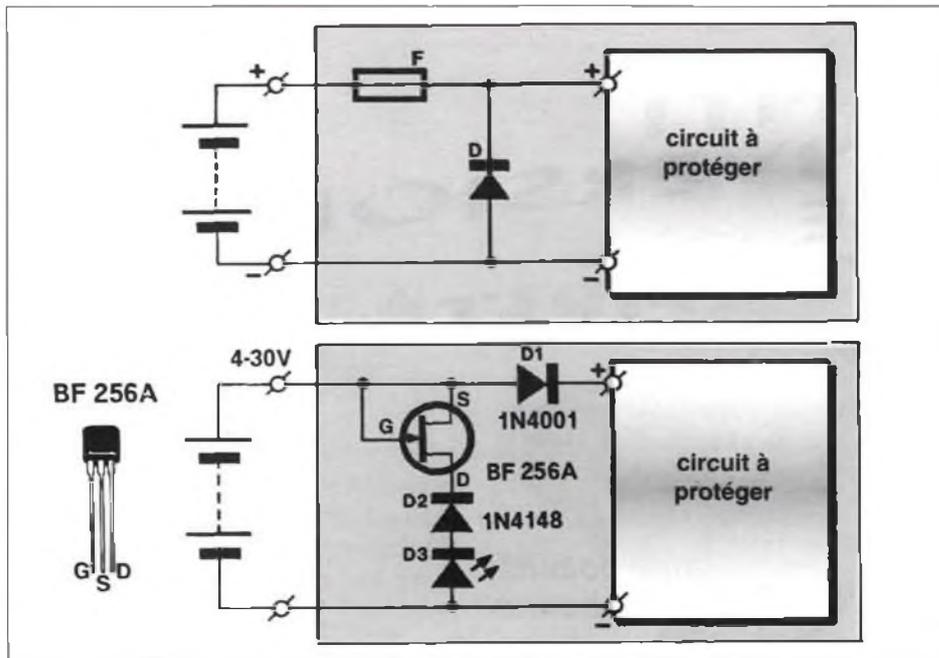
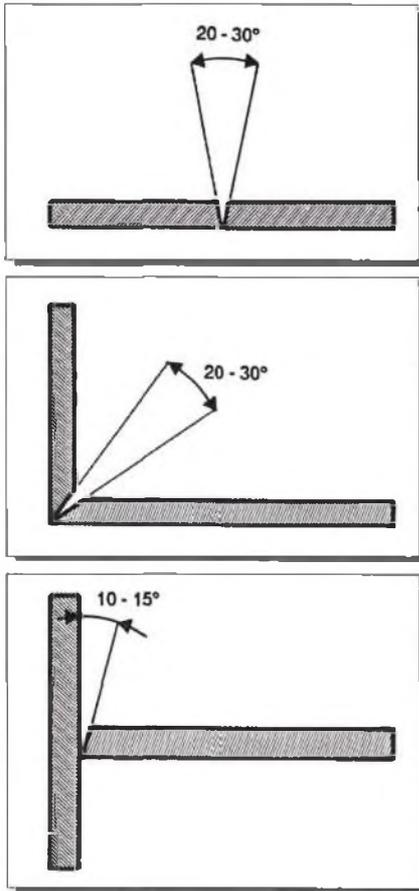

Figure 5 – Même dispositif que sur la figure 1 agrémenté d'une lampe témoin qui s'allume si l'alimentation est branchée à l'envers.
Figure 2 – La préparation des surfaces à coller permet de cacher les coutures sans nuire à la solidité de l'assemblage.
diodes est assurément pratique : elle n'est pas très amusante. Que diriez-vous d'une protection assortie d'une loupote signalant l'incident ? Le plus simplement câblée, en série avec une diode, de telle façon qu'un branchement inversé de l'alimentation en provoque l'allumage (la tension nominale de la lampe correspond bien sûr à celle de l'alimentation). Une LED, associée à une résistance de limitation de courant de bonne dimension est naturellement préférable. Si nous voulons un indicateur qui dépende moins de la tension d'alimentation, le circuit de la figure 5 peut être une solution. C'est un retour à la case départ (figure 1) avec le petit perfectionnement que représente le témoin. Les lecteurs attentifs auront reconnu dans la combinaison D2 - D3 le truc de tout à l'heure : la LED n'éclaire que lorsque l'alimentation est branchée à l'envers. Sa protection est assurée par un FET, source de courant constant lui fournissant environ 10 mA sans qu'on ait à se soucier de la tension aux bornes de l'ensemble (jusqu'à 30 V). La "résistance-talon" de la LED s'adapte aux circonstances.
Figure 2 - La capteur peut prendre une forme semblable à celle-ci : un pendule métallique, muni d'une diode électroluminescente, qui se déplace devant deux photo-résistances.
Les figures 2 et 3 montrent la conception mécanique du niveau. Le pendule est fait d'une lame d'aluminium de 2 ou 3 mm d'épaisseur. Il comporte dans le bas une lumière dans laquelle peut coulisser un boulon assez lourd (M8x15 par exemple). Un léger décalage de ce poids vers la droite ou vers la gauche permet d'étalonner grossièrement le niveau. Vous voyez aussi que la résistance R1 est montée directement sur la LED. Le raccordement se fait par deux fils multibrins aussi souples que possible, pour éviter de freiner le pendule. Le niveau est monté dans une grosse équerre en bois comme celle de la figure 3. Nous ne donnons pas d'indications plus détaillées car tout ce que vous pouvez imaginer est possible. La construction de la platine d'expérimentation de la figure 4 ou du circuit imprimé de la figure 5 ne pose pas de problème. Commencez par installer le support de circuit intégré à 18 broches et les ponts en fil. Le montage des LED dépend de la façon dont vous comptez installer l'ensemble dans l'équerre : leurs broches seront coudées si vous installez la platine à plat, droites si vous installez la platine verticalement. C'est cette dernière disposition qui est prévue pour le circuit imprimé. Il sera monté verticalement contre la paroi qui ferme le triangle, composants et LED vers la paroi, alors que les LDR, soudées côté cuivre, « regardent » vers l'intérieur ; les potentiomètres sont accessibles à travers le circuit imprimé, par deux trous supplémentaires. Le montage des LED demande un peu de soin : commencez par souder une
**Figure 5 – Le circuit imprimé, comme de nombreux autres depuis quelques mois, n'est pas un ELEX pur jus. Pour distinguer les LAYO des ELEX presque à coup sûr, il suffit de vérifier s'il y a ou non des « prises au vol ». Les différentes normes n'autorisent que les pistes de pastille à pastille, ce à quoi on s'efforce dans les circuits LAYO. D'autre part, les ponts en fil y sont évités autant que possible, de même que les passages de « ficelles entre les pattes ». Le clin d'œil habituel manque sur ce circuit de très petites dimensions, si ce n'est à l'adresse des maçons, qui remarqueront que la platine est fixée par trois points.**
de la zone à encoller, il sera possible, après séchage, d'éliminer les bavures. On les découpe et elles viennent avec le ruban lorsqu'on l'arrache. On améliore encore le collage en taillant en biseau les surfaces de contact ainsi que le montre la figure 2. La colle ou le solvant est alors introduit dans la rigole formée par les deux pièces.
Figure 2 – Les mesures de sécurité à prendre sont celles auxquelles oblige la très grande proximité du secteur. Pour éviter l'amorçage d'un arc entre deux pistes voisines véhiculant la tension du secteur, il est bon de les isoler par des "blancs" dépourvus de cuivre. Ne soudez pas de fils d'arrivée ou de départ directement sur le circuit : utilisez des borniers.
Le dispositif fonctionne directement sur le secteur, ce qui oblige à prendre les précautions habituelles. Il est indispensable, pour commencer, d'arracher certaines pistes de façon à isoler suffisamment celles qui véhiculent la tension du secteur afin d'éviter entre elles l'amorçage d'un arc électrique (figure 2). Ne pas souder les fils d'arrivée ou de départ directement sur la platine, il faut impérativement utiliser des borniers à vis pour circuit imprimé (ou un type de connecteur équivalent). Dans le même ordre d'idées, il est exclu que l'axe du potentiomètre soit métallique.
La simplicité du schéma ne nous a pas encouragés à vous proposer un circuit imprimé, nous n'avons câblé que sur une platine d'expérimentation (figure 2). Le circuit imprimé d'un tel accessoire est en outre fonction de la place que laisse le montage dans lequel on désire l'intégrer. N'oubliez jamais de câbler aux bornes de la bobine du relais la diode de roue libre D1. En son absence, T3 risque de ne se bloquer qu'une fois, puisqu'à ce moment-là le transistor de commande a, à ses bornes, la tension d'induction élevée que la variation de flux magnétique engendre dans la bobine lorsqu'on fait varier brutalement le courant qui la traverse.
Figure 2 – C'est le genre de platine qu'il faut câbler pour procéder à des essais. On lui donne ensuite une forme plus compacte, ou on dessine le circuit imprimé qui convient le mieux à l'application dans laquelle l'accessoire est placé.